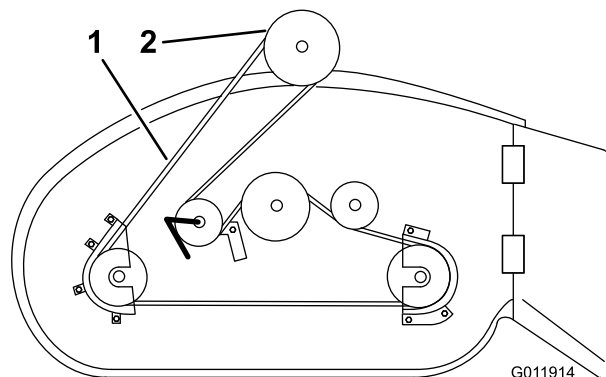

Figure 21
15. Enlevez la courroie du plateau de coupe de la poulie d'embrayage électrique (Figure 21).